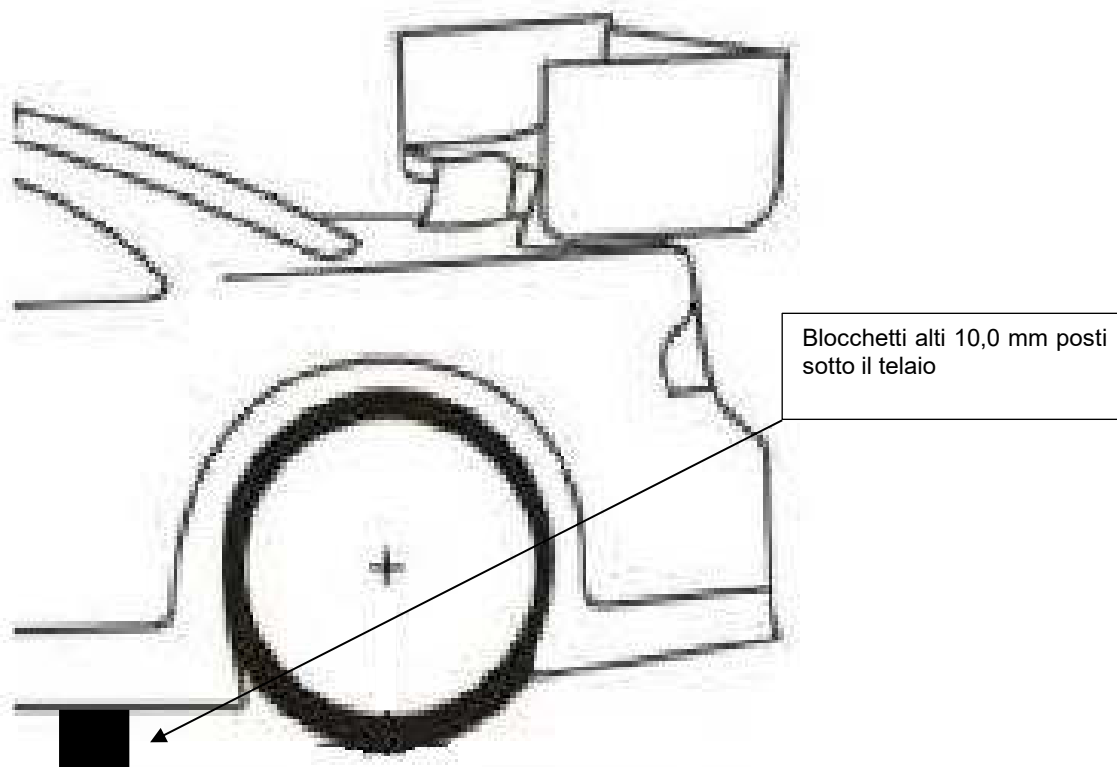
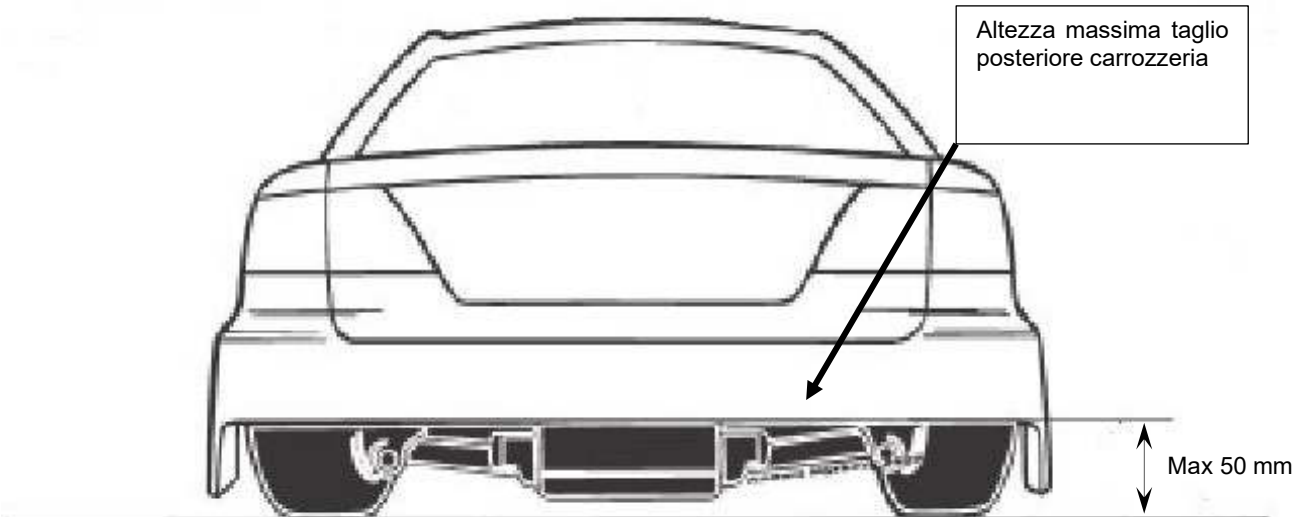

Figura 30: Disposizione blocchetti da 10 mm sotto il telaio
Figura 31: Taglio posteriore carrozzeria
- Il taglio della parte posteriore della carrozzeria, vedi Figura 31, non può superare i 50,0 mm, misurato da terra con il telaio posto sopra dei blocchi alti 10,0 mm (vedi Figura 30);